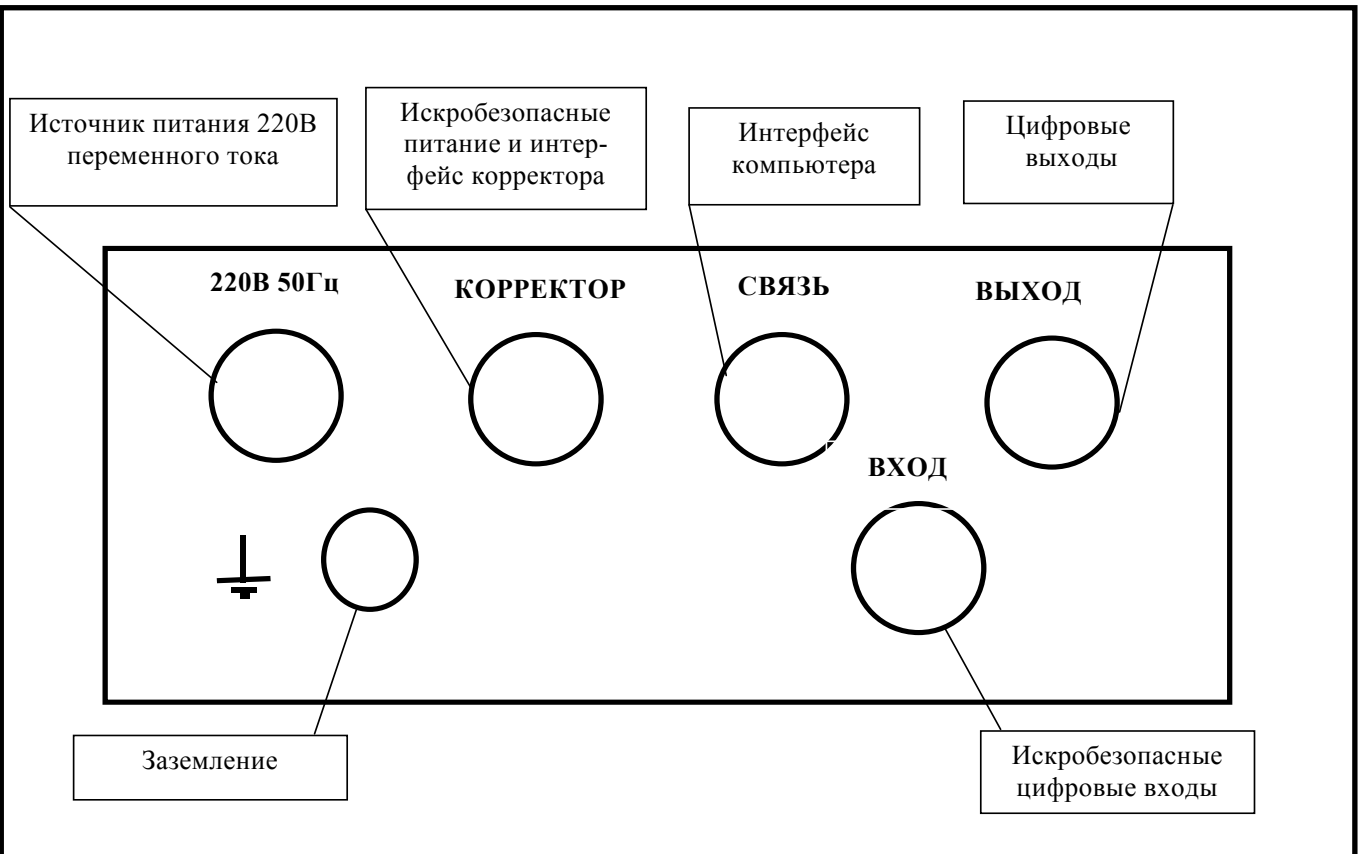

Рисунок 2- Расположение соединителей изделия
- информационные надписи возле отверстий для ввода кабелей (рисунок 2);